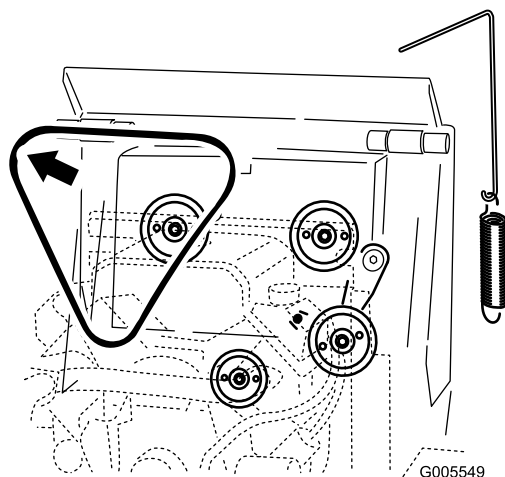

**Рисунок 48**
4. Снимите пружину промежуточного шкива с узла промежуточного шкива (Рисунок 48).
6. Установите новый ремень привода на трех шкивах (Рисунок 48).